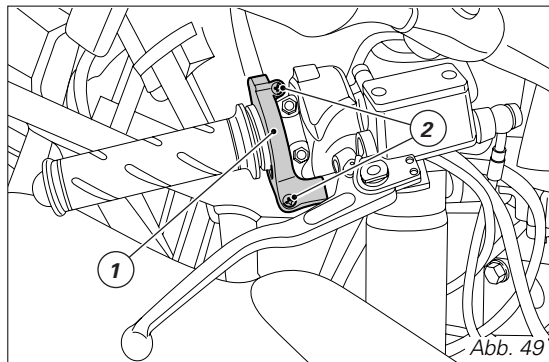

Abb. 49
Beim Gaszug ist es empfehlenswert, erst den Deckel (1, Abb. 49) der Steuerung, durch Lösen der zwei Befestigungsschrauben (2), abzunehmen und das Zugende und die Zugrolle einzufetten.